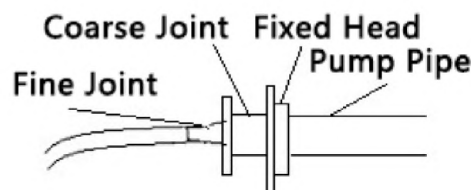

Рисунок 4
5. Відповідно до рис. 4 підключити трубу насоса